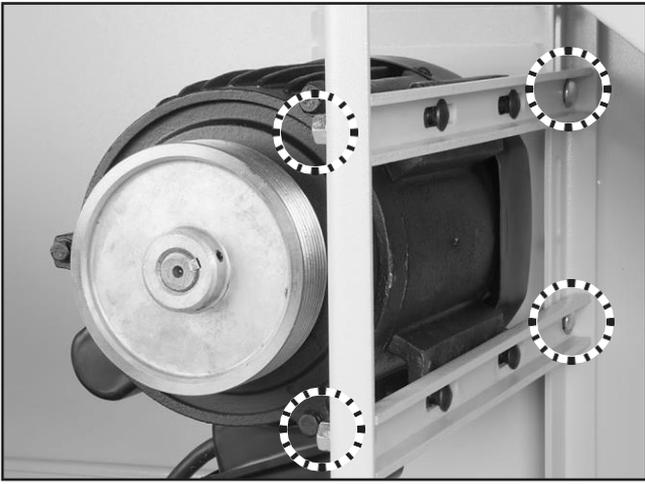

Рис. 19. Болты каретки крепления двигателя.
22. Ослабьте болты каретки, крепящие монтажные кронштейны двигателя (см. рисунок 19), дайте двигателю соскользнуть вниз, чтобы натянуть поли-клиновой ремень, затем снова затяните болты каретки.